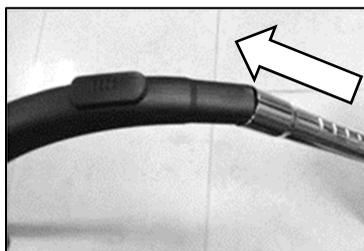

Abb. 3
3. **Verbinden Sie das Teleskoprohr mit den Kurven:** Verbinden Sie das Ende des Schlauches mit dem Teleskoprohr. (Abb. 3)
4. **Schließen Sie verschiedene Düsenwerkzeuge für verschiedene Reinigungszwecke an das Rohr an:** Stecken Sie die Bodenbürste in das Teleskoprohr. Passen Sie das Zubehör an die Art des Bodens an, für Teppich oder Fußboden (Abb. 3); 2in1-Kombibürste & Düse für Sofa, Wandfläche, Vorhang, Ecke oder Raum zwischen Möbeln usw.